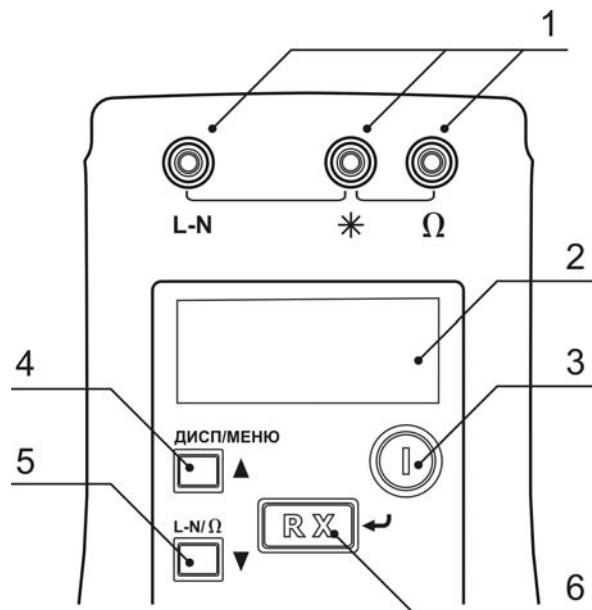
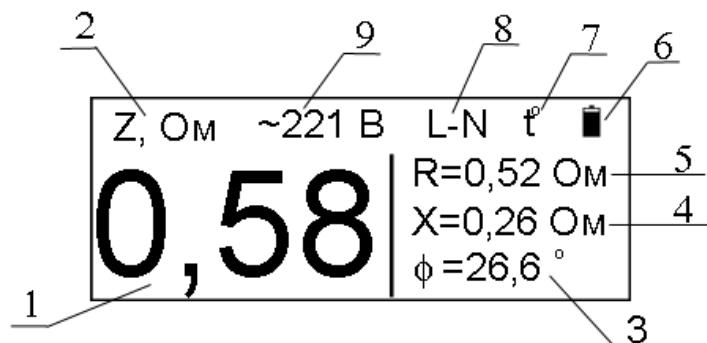
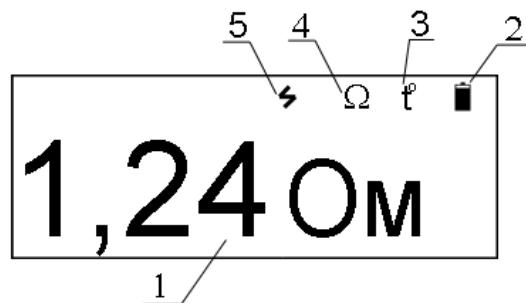
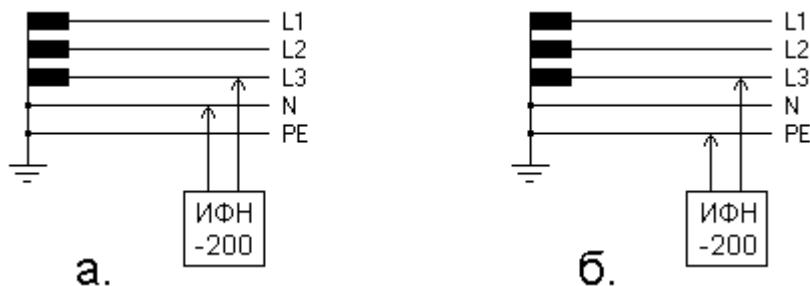

Рисунок 1.4.2 – Передняя панель
Рисунок 1.4.3 – Вид индикатора в режиме «фаза-нуль». Режим дисплея – полный.
Рисунок 1.4.5 – Вид индикатора в режиме «Омметр».
Рисунок 2.3.1
Включение и выключение прибора осуществляется нажатием кнопки «» (см. рисунок 1.4.2 позиция 3). После включения прибор производит восстановление режима работы и настроек, активных на момент последнего выключения.
Степень заряженности аккумулятора отображается на индикаторе условным символом в виде батарейки и определяется по величине её зачернённости (см. рисунок 1.4.3 символ 6). Символ «» соответствует полностью заряженной батарее, «» - разряженной.
Выбор режима «фаза-нуль» (измерение параметров петли «фаза-нуль») осуществляется нажатием кнопки «L-N/Ω/▼». При этом на индикаторе прибора отображается символ «L-N» (см. рисунок 1.4.3, символ 8).
Кабели измерительные должны быть соединены с прибором через гнезда «*» и «L-N» (см. рисунок 1.4.2). Свободные концы кабелей измерительных подключаются к исследуемой цепи «фаза-нуль» (см. рисунок 2.3.1.а, 2.3.1.б), параметры которой подлежат определению. При этом на индикаторе прибора индицируется действующее напряжение петли «фаза-нуль» (U) (см. рисунок 1.4.3, символ 9).
Для проведения измерения следует нажать кнопку «Rx/ \downarrow » (см. рисунок 1.4.2). При этом прибор производит проверку целостности цепи петли «фаза-нуль» малым током, не допуская работу с цепями сопротивлением более 1 кОм (о чем свидетельствует сообщение «Цель повреждена!» на индикаторе прибора), после чего производит измерение.
В приборе имеется защита от перегрева измерительного резистора 10 Ом. Если его температура превысила верхний допустимый порог, на индикаторе высвечивается мигающий символ (см. рисунок 1.4.3 символ 7) и следующее измерение может быть произведено только после снижения его температуры до рабочей (исчезнет символ 7, рисунок 1.4.3).
Выбор режима «омметр» (измерение сопротивления постоянному току) осуществляется нажатием кнопки «L-N/Ω/▼». При этом на индикаторе прибора отображается символ « Ω » (см. рисунок 1.4.5, символ 4).
Измерительные кабели должны быть соединены с прибором через гнезда «*» и « Ω » (см. рисунок 1.4.2). Свободные концы кабелей измерительных подключаются к цепи, сопротивление которой подлежит измерению. Если на этом участке цепи присутствует напряжение амплитудой более 0,5 В, измерение не может быть произведено, о чем сигнализирует соответствующий символ (см. рисунок 1.4.5 символ 5).
Для проведения измерения следует нажать кнопку «Rx/↓» (см. рисунок 1.4.2). Результат измерения, с учетом сопротивления кабелей измерительных, индицируется на индикаторе (см. рисунок 1.4.5 символ 1).